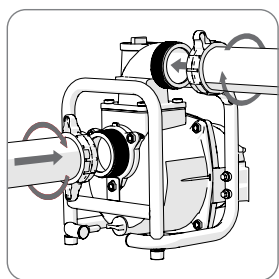

Fig 3
- Collegare i flessibili al corpo della pompa usando le fascette e le guarnizioni in dotazione. (**Fig. 3**)